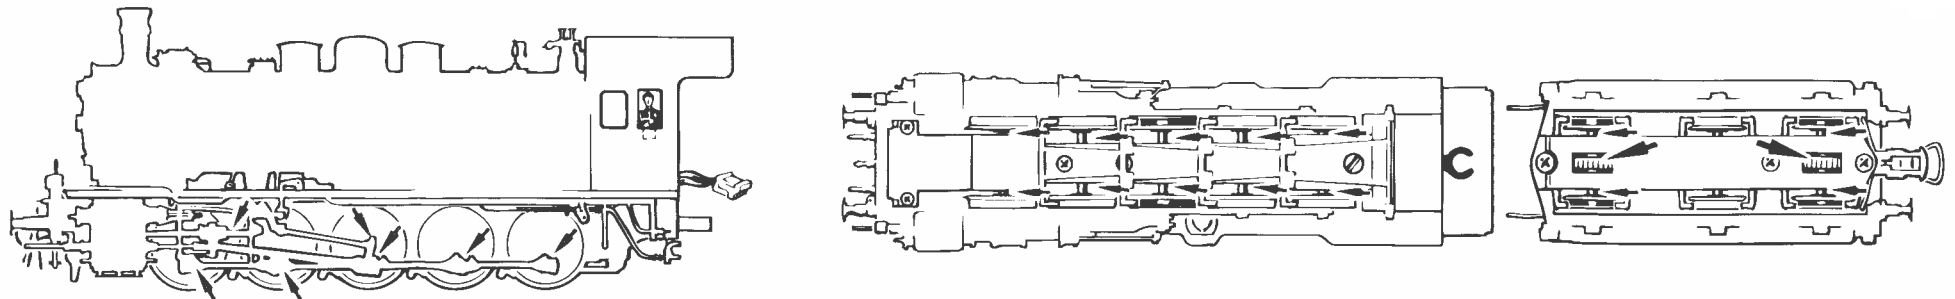
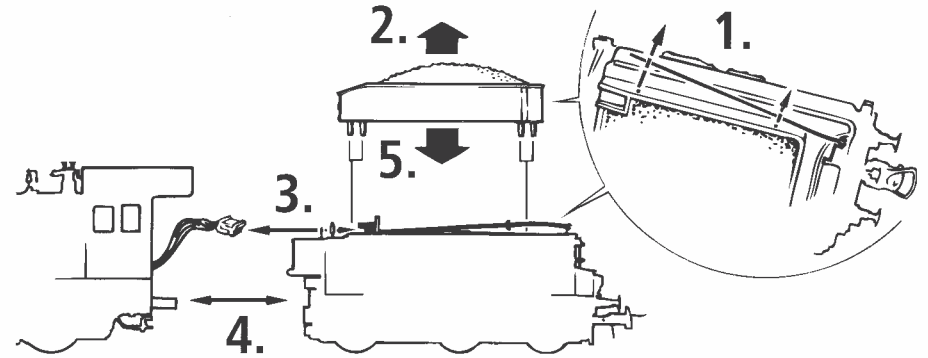

Fig. 5
Fig. 4
**2. Schmierung:** Versehen Sie die im Schmierplan in Fig. 10 gekennzeichneten Stellen mit nur **kleinen Öltropfen**. Dazu zuerst das Lok- bzw. Tendergehäuse abnehmen (Fig. 4, Fig. 5). Wir empfehlen den ROCO **Öler Art.-Nr. 10906**. Fürs Schmieren der Getriebeteile (Zahnräder, Schnecke) empfehlen wir das **ROCO-Spezialfett Art.-Nr. 10905**. Im Falle der Schmierung diese Teile **nicht ölen**.
**3. Lämpchenwechsel:** Bitte nehmen Sie zuerst das Lokgehäuse bzw. das Tendergehäuse ab (Fig. 4, Fig. 5). Danach können Sie die **Lämpchen** wechseln (Fig. 8, Fig. 8).
**2. Lubrication:** Apply **tiny oil drops** to spots marked in fig. 10. Prior to lubrication dismantle the loco body or the tender body (fig. 4, fig. 5). We recommend using item no. **10906, Roco oiler**. For lubrication the gearparts (e.g. cogwheels, worm) we would recommend our Roco **special grease** (item no. **10905**).
**3. Change of lights:** First remove loco body and the tender body (fig. 4, fig. 5) and then change lights (fig. 8, fig. 8).
**4. Steam generator application:** First remove the loco body (fig. 4) and then push in the Seuthe steam generator no. 11 (running in digital mode) (fig. 7).
**2. Graissage:** N'appliquez **qu'une toute petite goutte** aux endroits indiqués par le plan de graissage (fig. 10) après avoir démonté la caisse du locomotive/tender (fig. 4, fig. 5). Nous vous recommandons **le graisseur à huile Roco réf. 10906**. Pour graisser les engrenages (roues dentées, vis sans fin) nous vous conseillons la **graisse spéciale Roco réf. 10905** pour engrenages en matières synthétiques. Lorsque vous utilisez cette graisse il faut éviter d'huiler ces composants.
**3. Remplacement des ampoules:** Veuillez démonter d'abord la caisse de votre locomotive et la caisse du tender (fig. 4, fig. 5) puis vous pouvez **échanger les ampoules** (voir fig. 8, fig. 8).
**4. Emploi d'appareil fumigène:** Veuillez démonter d'abord la caisse de votre locomotive (fig. 4) et introduisez ensuite le fumigène au chassis (fig. 7) **Attention:** Pour une locomotive munie d'un décodeur de commande numérique faites appel au fumigène Seuthe n° 11!
**6. Remplacement des balais du moteur:** Démontez la caisse du tender (voir fig. 5). Sortez ensuite le moteur de son longement (voir fig. 13) et échangez finalement le balais.